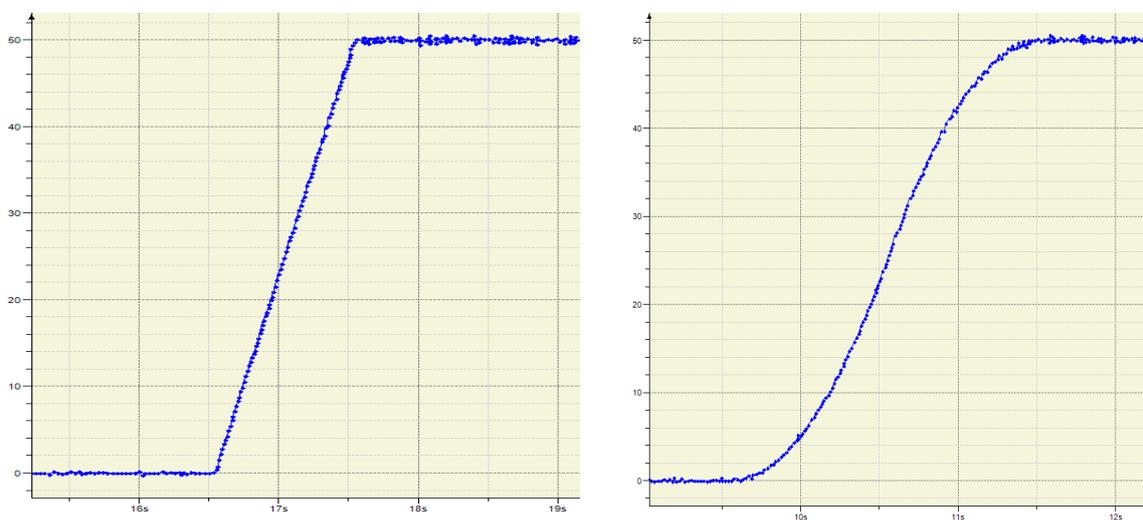

Рис. 4.69. Рампа разгона «трапеция» и «квадратичная»
- 3) рампа разгона (по умолчанию выставлена трапеция) (рис. 4.69);